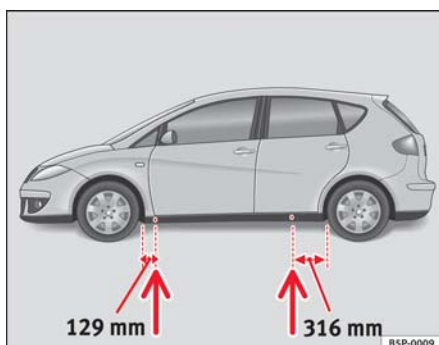

Fig. 159 Puntos de apoyo del gato
- Busque en el larguero inferior del vehículo el punto de apoyo mas cercano a la rueda pinchada⇒ **fig. 159**
En el larguero inferior van marcados los lugares en los que se puede apoyar el gato ⇒ **fig. 159**. Se ha